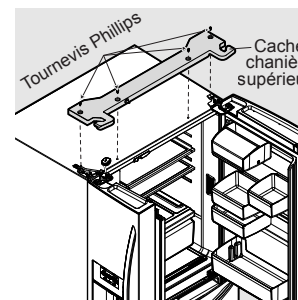

Figure 1
1. Ôtez les vis de la charnière supérieure et soulevez celle-ci. Figure 1.